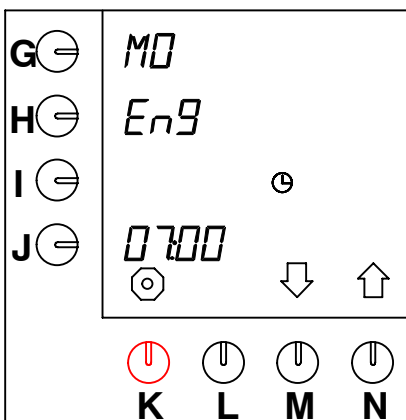

Abb. 30 Einstellen der Sprache
- Nach 10 Sekunden erscheint neben der Programmier taste blinkend die Standardeinstellung "EnG" (Abb. 30 ).